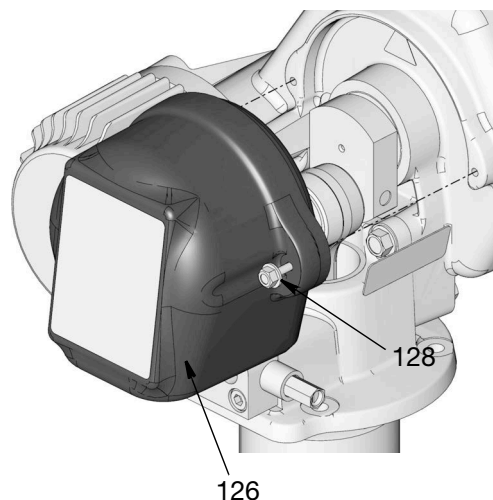

Рис. 19
5. Выкрутите болты (128) и снимите крышку (126) с насоса Dyna-Star (Рис. 19).